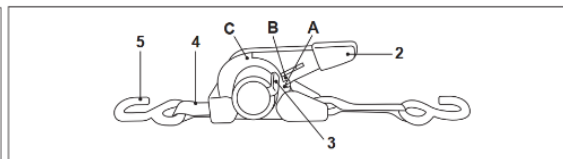

Fig. 2
—Una vez que el trinquete esté correctamente tensado, deje la palanca (2) en la posición inicial (B) (Fig. 2).